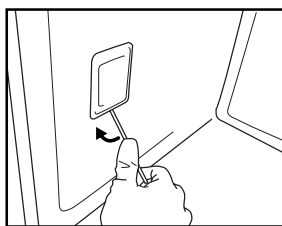

Fig. 5
3. Extraiga la tapa de la bombilla (Fig. 5) haciendo palanca con un destornillador plano hacia el exterior.